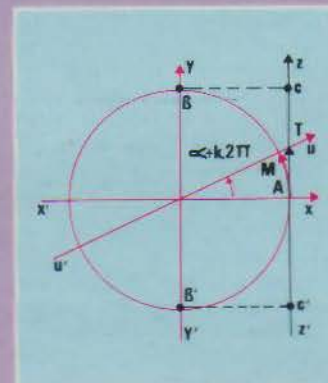

Fig. A3. - Tangente d'un angle.
• $\alpha = \pi/6$. Le triangle OBM est équilatéral et R est le milieu de OB (fig. A3).